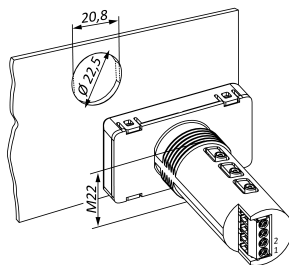

Рисунок 7.1 – Монтаж прибора в щит
- подготовить в щите круглое отверстие диаметром 22,5 мм (для предотвращения прокручивания прибора, отверстие можно выполнить сложной формы (см. рисунок 7.1));
- надеть на тыльную сторону передней панели прибора уплотнительную прокладку из комплекта поставки (см. рисунок 7.1);